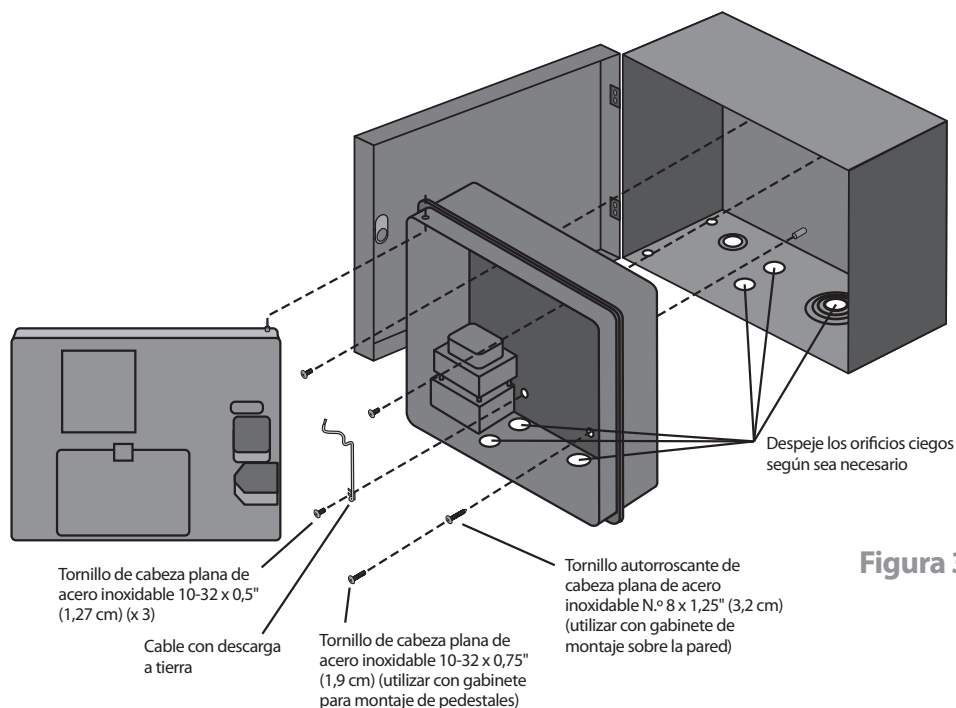

Figura 3
9. Coloque el controlador en el gabinete y utilice tres tornillos de cabeza plana 10-32 x 0,5" (1,27 cm) (incluidos) para ajustar el controlador en el gabinete según se muestra en la Figura 3. Observe que el tornillo de la parte inferior izquierda también debe ajustar el terminal de horquilla del cable con descarga a tierra al gabinete de metal. Utilice los tornillos de cabeza plana adicionales 10-32 x 0,5" (1,27 cm) (incluidos) para ajustar el orificio de montaje de la carcasa del controlador inferior derecho al gabinete (ver Figura 8).